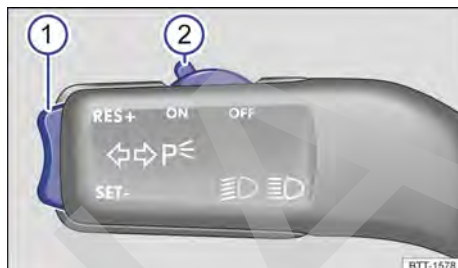

Fig. 144 En el lado izquierdo de la columna de dirección: mando y teclas para manejar el limitador de velocidad.
- Desplace el mando → fig. 144 (2) a la posición **ON**.